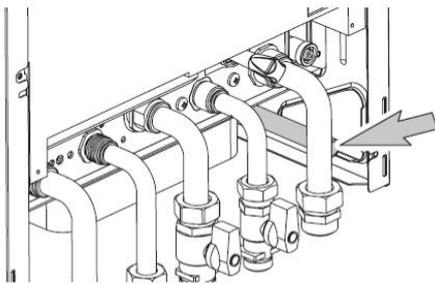

Figure 4.3
- Raccordez la soupape de sécurité de décharge à la conduite de décharge (Fig. 4.3).